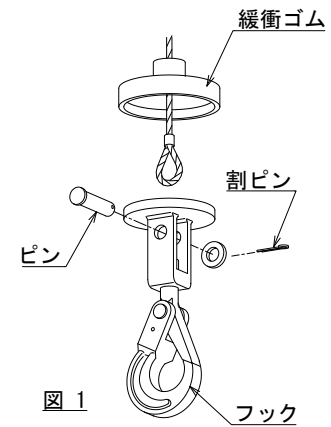

図1
割ピンを手持ちのプライヤーなどで取りはずし、ピンを抜き、ワイヤロープをはずす。(図1)
- 1) 新しいワイヤロープをフックに付いている円板の長穴に通す。(図1)